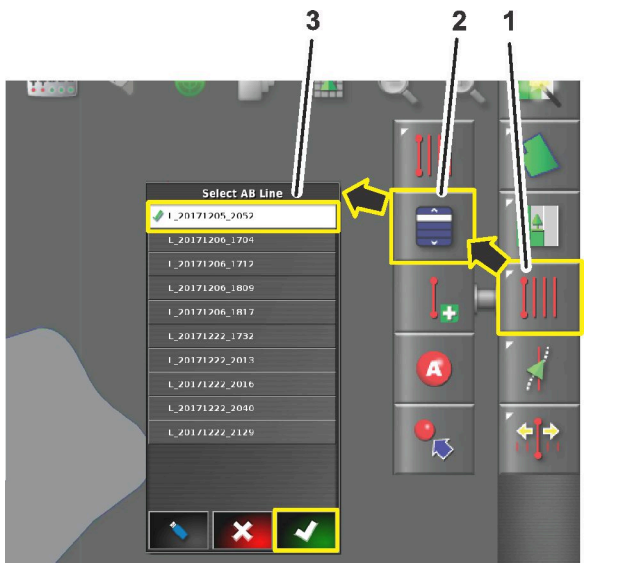

図 19
1. ガイドラインメニューアイコン (図 19)を押します。
2. ガイドラインアイコンの選択 図 19 を押します。
4. 直線または曲線のガイドラインの場合は、ABまたは曲線のガイドラインの選択ガイダンスアイコン (図 19) を押します。
5. 希望のガイドライン名のボックスを押し、確認アイコン (図 19) を押します。